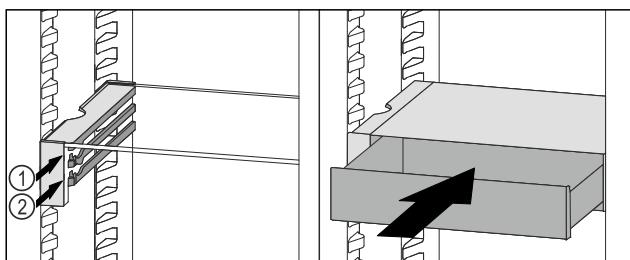

Fig. 116
- Zásuvku VarioSafe nasadte za zarážkami na požadovanom rebre Fig. 116 (1) alebo Fig. 116 (2).